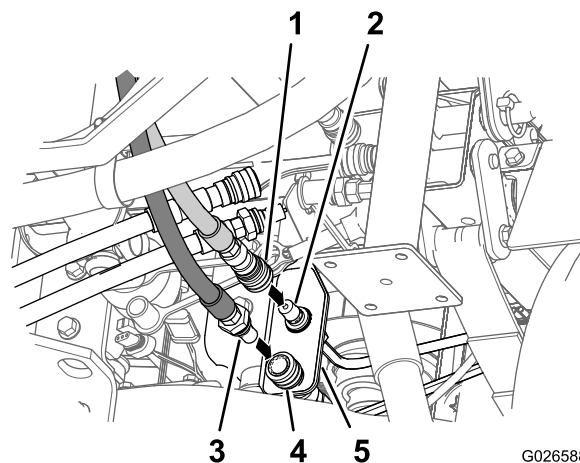

Figura 11
- Individuate i flessibili della pressione (porta A) e di ritorno (porta B) della valvola selettoria e disponete i flessibili in basso verso il pannello idraulico della macchina (Figura 3, Figura 4 e Figura 11).
- Collegate l'accoppiatore rapido femmina del flessibile di ritorno della valvola selettoria alla porta A (superiore) del pannello idraulico della macchina (Figura 11).
- Collegate l'accoppiatore rapido maschio del flessibile della pressione della valvola selettoria alla porta B (inferiore) del pannello idraulico della macchina (Figura 11).